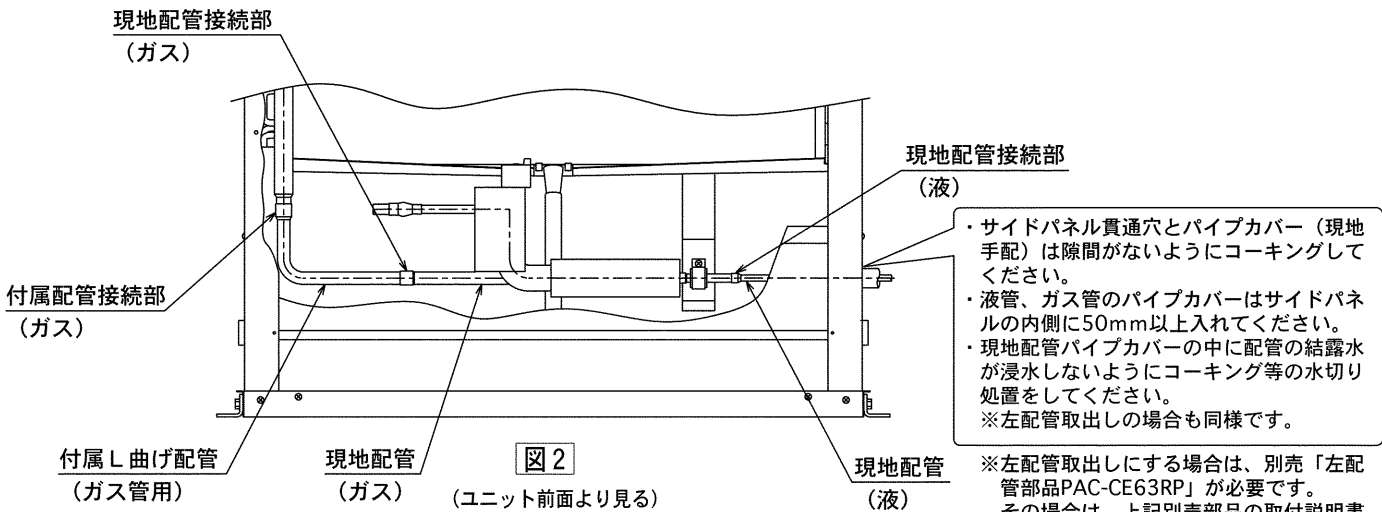

図2
(可変プーリーはV溝の隙間が可変するため平行度(心出し)の調節は図2のように定規等を当てて左右の隙間が同じになるようにしてください。)
(図2) 可変プーリー使用時の平行度の調節
- (4) 図2に示すとおり付属配管、現地配管をロウ付接続してください。